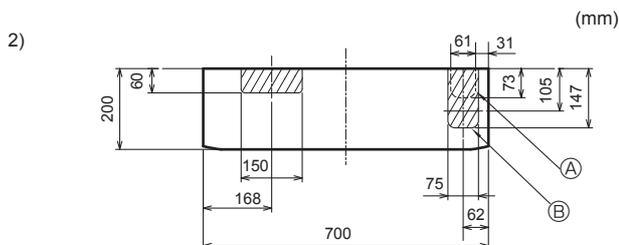

Fig. 3-8
2) Pour la tuyauterie inclinée vers le bas cote droit ou gauche (Fig. 3-8)